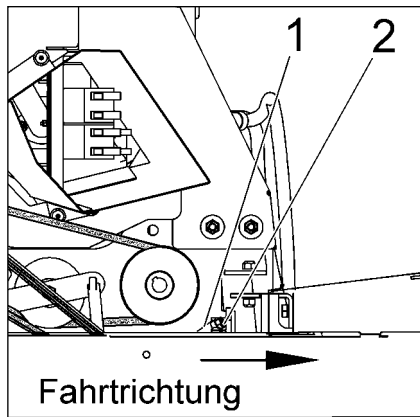

Abb.24
- Ablassschlauch (Abb.24/1)) aus der Halteklammer (Abb.24/2) herausnehmen und nach unten durch den Fahrzeugrahmen führen.
- Ablassschlauch (Abb.24/1) mit dem Verschlußstopfen verschließen und mit der Schelle sichern.
- Ablassschlauch (Abb.24/1)) an der Halteklammer befestigen.